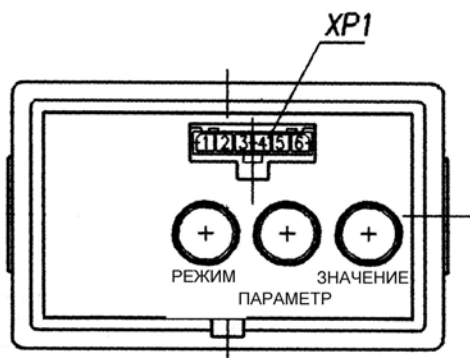

Рисунок 2.14 – Пульт программирования индикатором комбинированным
Пульт программирования 5 (рисунок 2.10) позволяет производить ручное программирование индикатора с помощью кнопок «Параметр» и «Значение» (см. рисунок 2.14), изменять режим отображения выводимых на ЖКИ параметров.
- 1.1 При первом нажатии на кнопку «Параметр» (см. рисунок 2.14), ЖКИ переходит в режим просмотра обозначения программируемого параметра и его числового значения. При повторных нажатиях на кнопку происходит циклическая смена параметров.
- 1.2 При последовательных нажатиях на кнопку «Значение» (см. рисунок 2.14) происходит смена числового значения установленного программируемого параметра.